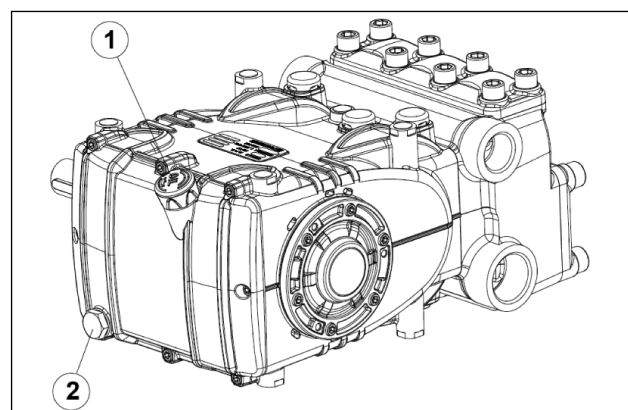

Fig. 3
A partir da haste do nível de óleo pos. ①, Fig. 3.
O controle correto do nível do óleo é realizado com a bomba em temperatura ambiente, a troca do óleo é executada com a bomba em temperatura de trabalho, removendo: a haste do nível do óleo pos. ① e, em seguida, o tampão pos. ②, Fig. 3. O controle do óleo e a troca são efetuados conforme indicado na tabela da Fig. 14, capítulo 11.
Use uma sonda de temperatura que deve ser introduzida no interior do tampão de drenagem do óleo pos. ② Fig. 3.